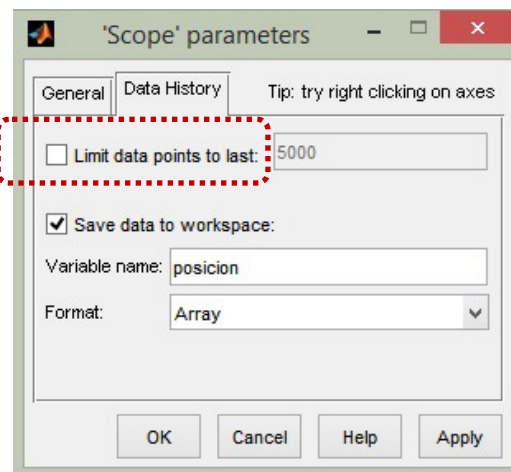

Figura 8.7.- Configuración de puntos visualizados en el bloque 'Scope'
- ☞ Conforme se disminuye el paso de integración Simulink calcula más puntos de la solución. Se puede llegar a un punto en que el número de puntos almacenados en el bloque 'Scope' no sean suficientes para visualizar todos los puntos calculados. En este caso se deberá desmarcar la casilla '**Limit data points to last**' de la configuración del bloque 'Scope' como se muestra en la figura 8.7